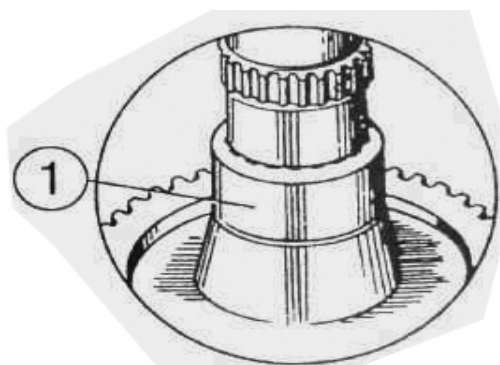

Рисунок 4.42
5.2) снимите втулки (1) (рисунок 4.42);